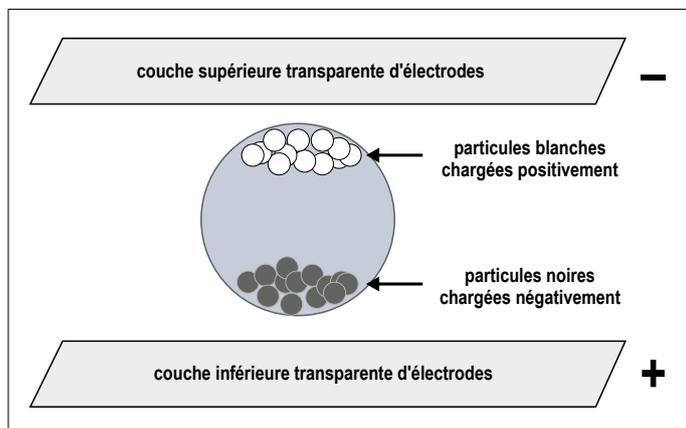

Figure 1. Structure d'un pixel de papier électronique.
**R** La notoriété du papier électronique résulte de l'apparition de la liseuse Kindle de la société Amazon il y a une dizaine d'années. Dotée d'un écran de type papier électronique, cette liseuse assure des heures de lecture grâce à sa gestion de l'énergie. Et c'est bien là l'avantage le plus important de ce type d'écran, sa faible consommation d'énergie. Cet avantage résulte principalement de la structure du pixel (**fig. 1**). Lorsqu'on applique un champ électrique positif à la surface de la feuille, les particules noires migrent vers la surface et deviennent visibles, tandis que les particules blanches se déplacent lorsqu'un champ négatif est appliqué. Les particules n'ont besoin d'aucune énergie pour rester dans leur position respective.